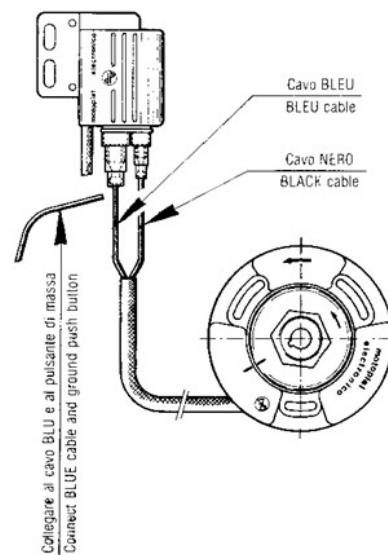

FIG. 7 Schema collegamento fili
- 7) **QUALORA** si richiedesse la sostituzione del volano magnete, fare attenzione al collegamento dei fili (vedi fig. 7)